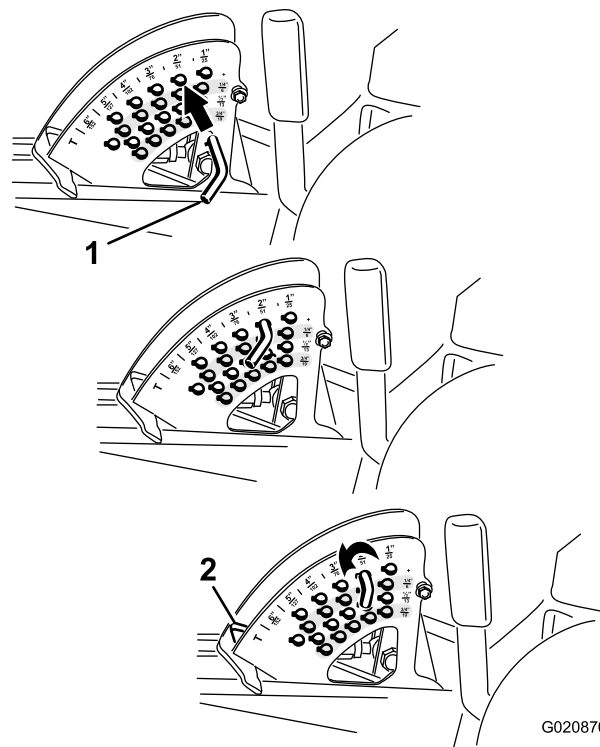

図 27
2. ストップピンについているロールピンを回してピンと刈高設定穴のスロットとが整列したところでピンを抜き取る図 27。
3. 刈高ブラケットについている穴から、希望する刈高に対応する穴を見つけ、その穴にピンを通し、ピンを回してロックする図 27。
注 穴は全部で4列あります図 27。外周側の列は、外周部に刻印されている通りの刈高の穴です。2列目の穴は、それぞれ1列目プラス6 mmの刈り高となります。3列目の穴は、それぞれ1列目プラス12 mmの刈り高となります。一番下の列の穴は、それぞれ3列目プラス18 mmの刈り高となります。刈高 158mm だけは例外で、2列目のはずれにあります。この穴にセットすると刈高 152 mm となります6 mm アップにはなりません。